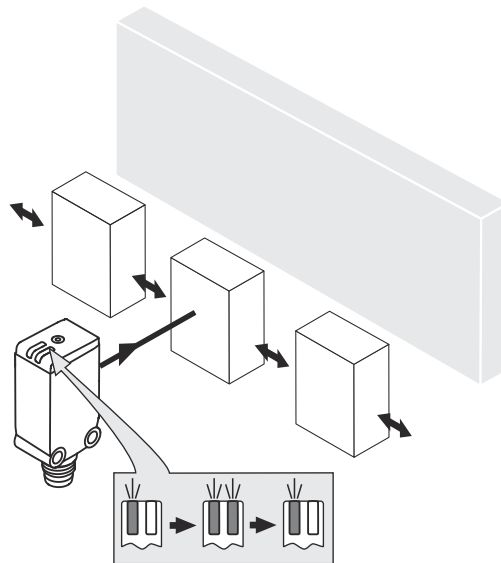

Abbildung 5: Standardrichtung
4. Bevorzugte Richtung des Objekts relativ zum Sensor beachten, siehe Abbildung 5, Seite 10.